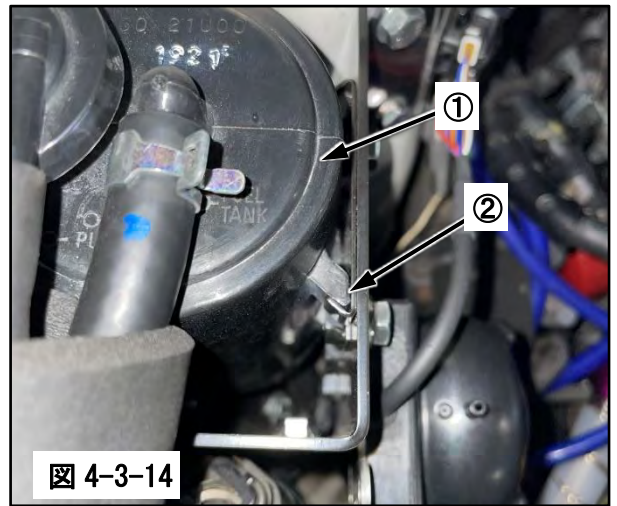

図 4-3-14
- (13) ①キャニスタタンクを②キャニスタブラケット B の爪に合わせて取付けてください。(図 4-3-14)